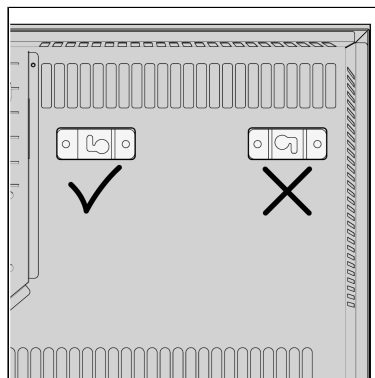

Figure 57.
7. Avant d'installer les supports sur l'Alutherm Sani Wi-Fi, vérifiez bien l'orientation (Figure 57).